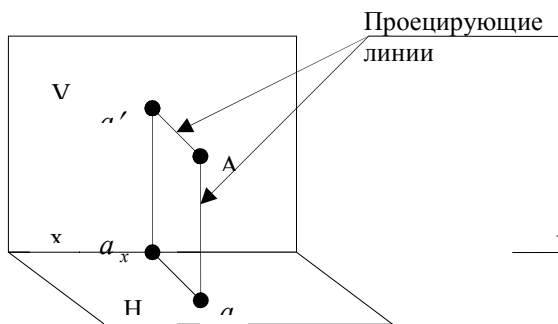

Рис. 1
- Для построения *наглядного изображения точки* A ее помещают в пространстве двугранного угла, образованного двумя перпендикулярными плоскостями – *фронтальной* V и *горизонтальной* H (рис.1). Ось «у» проводят под углом 45° к оси «х», размеры отрезков по оси «х» откладывают действительной величины, по оси «у» – с уменьшением в два раза. Из точки A опускают перпендикуляры на плоскости V и H , полученные точки a' и a пересечения перпендикуляров с плоскостями проекций являются прямоугольными проекциями точки A .
- Прямые, не параллельные ни одной из плоскостей проекций, называются *прямыми общего положения* (рис.1).
Пример чтения комплексного чертежа (по рис.1)